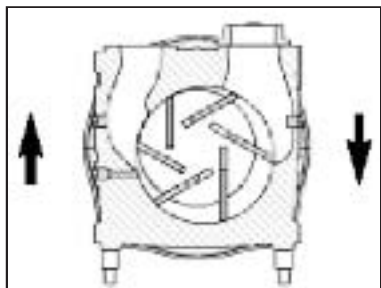

Figura 3 - Rotation
3. Asegúrese de que el compresor gira en la dirección de las flechas grabadas en el cuerpo ; ver la figura 3.